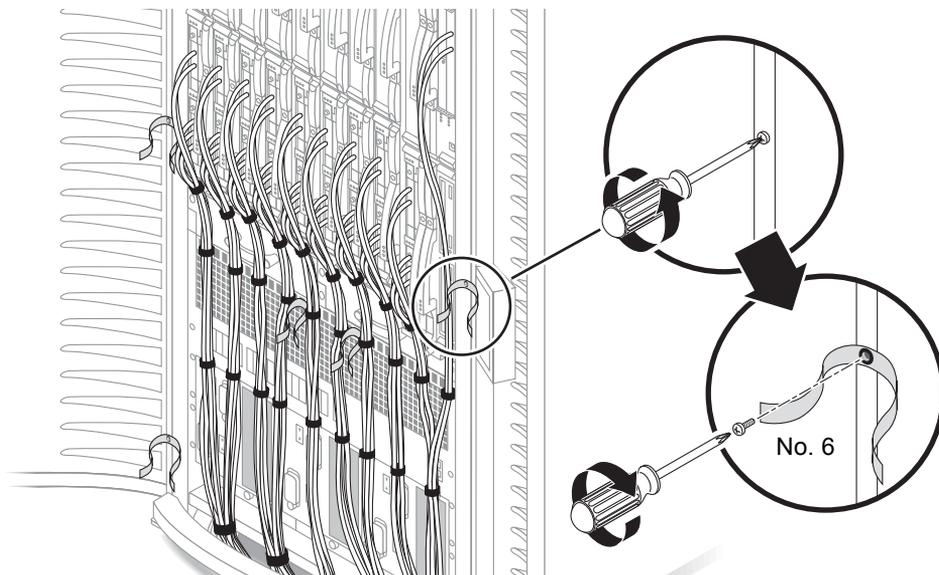

図 18-1 正面ドアの保守用ストラップ
2. 手順1で外したねじを使用して、2本の緑のケーブルストラップ (No. 6) を手順1で空いた穴に固定します (図 18-1)。
4. 手順 3 で外したねじを使用して、2 本の緑のケーブルストラップ (No. 6) を手順 3 で空いた穴に固定します (図 18-1)。